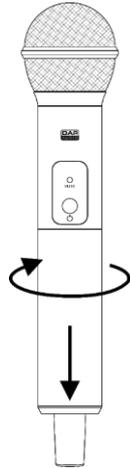

Abb. 10
- 01) Bringen Sie den **Netzschalter (12)** in die ON-Position, um das PSS einzuschalten.
- 02) Schalten Sie das Mikrofon ein, indem Sie den **Power/ Mute-Schalter (40)** 3 Sekunden lang gedrückt gehalten. Die **LED-Anzeige (39)** leuchtet grün auf.
- 03) Wählen Sie mit **UP/DOWN (05/07)** einen der 100 Kanäle aus (siehe Seite 15, Tabelle mit Frequenzbereichen). Halten Sie alternativ die **UP-Taste (05)** 6 Sekunden lang gedrückt, um die Schnellkanalsuche zu aktivieren. Auf dem **Display (09)** erscheint:
- 04) Halten Sie die **UP-Taste (05)** 3 Sekunden lang gedrückt, nachdem Sie einen Kanal ausgewählt haben. Die Nummer des Kanals beginnt zu blinken.
- 05) Entfernen Sie die Batterieabdeckung (Abb. 10). **Andernfalls können die Geräte nicht gekoppelt werden.**